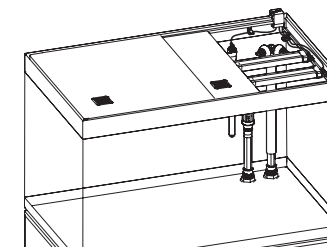

Rys. 10
- Umieścić zaczepy na przewód elektryczny (D) w najodpowiedniejszym miejscu, wsuwając je w niższe prowadnice obydwu szyn (rys. 10) i wyciągnąć przewody ze zbiornika.
- Przytwierdzić krawędziową prowadnicę przewodów (E) wzdłuż ściany zbiornika.